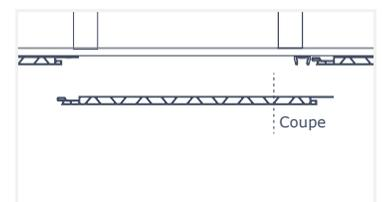

Fig. 35
7. Coupez le panneau de remplacement pour qu'il s'insère entre le joint du panneau existant et la moulure de base en U (Fig. 35).